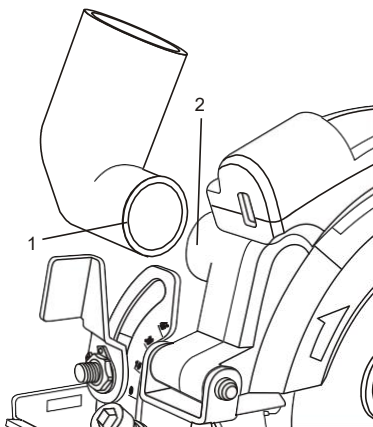

Fig. 6
1. Coloque el extremo pequeño del adaptador de aspiradora (1) sobre el puerto de aspiradora (2) en la carcasa de la cuchilla (Fig. 6).